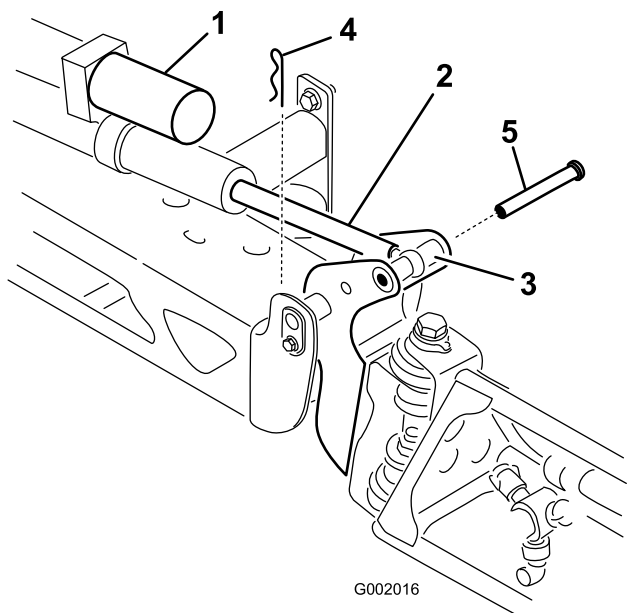

図 50
2. ピボットピンからコッターピンを抜き取る(図 50)。
がら、ブームのピボットとアクチュエータロッドにピンを通す(図 50)。
3. ブームを持ち上げて、ピンを外す(図 50)。ブームをゆっくりとハードストップまで降下させる。